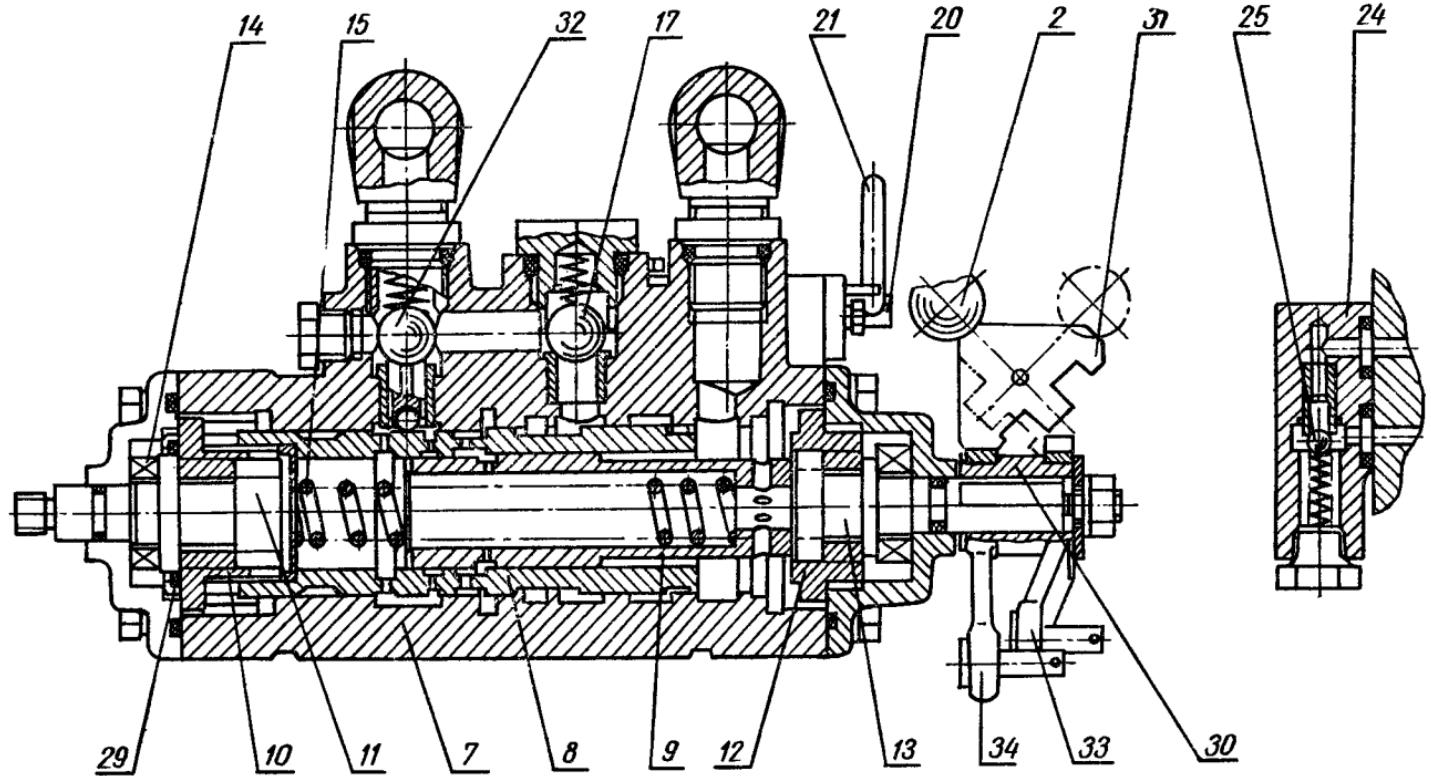

Рис. 70. Силовой (позиционный) регулятор:
Конструкция регулятора показана на рис. 70. В корпусе 7 расположена подвижная гильза 8, а в гильзе, концентрично ей,— золотник 9. Гильза соединена стопорным кольцом 29 с ходовой гайкой 10, фиксированной от вращения выступами, заходящими в пазы корпуса. Ходовая гайка 10 установлена на винте 11, наружный конец которого рычажной передачей связан с рукояткой 6 (рис. 69). Зо-
лотник упирается торцом в ходовую гайку 12 (рис. 70), также фиксированную от вращения и установленную на винте 13, на наружном конце которого находится переключатель 2. На обоих винтах расположены упорные подшипники 14 (рис. 70). Внутри золотника находится распорная пружина 15, поджимающая золотник к торцу ходовой гайки 12, а подшипники 14 через гайки 10 и 12 — к внутренним плоскостям крышек. В корпусе 7 находится обратный клапан 17, регулирующий кран 20, управляемый ручкой 21, и запорный клапан 32. Второй обратный клапан 25 расположен в крышке 24, закрепленной к корпусу 7 болтами.
Переключатель 2 состоит из муфты 30, жестко соединенной с винтом 13, и фиксатора 31. В среднем положении фиксатора рычаги 33 и 34 свободно вращаются на муфте 30 при перемещении тяг 3 и 4 (рис. 69), не вызывая вращения винта 13 (рис. 70). При повороте ручки фиксатора 31 влево или вправо (по ходу трактора) муфта 30 блокируется соответственно с рычагом 33 или с рычагом 34, передавая вращение соответствующего рычага на винт 13.
Поворот ручки 21 (рис. 70) регулирующего крана 20 определяет положение перепускного клапана распределителя при коррекции на подъем. Чем больше закрыт кран, тем больший поток масла поступает на слив через распределитель при коррекции и тем меньше скорость коррекции.
- а) установите фиксатор 31 (рис. 70) в среднее положение;
- д) вращением муфты 45 добейтесь совмещения паза на рычаге 33 (рис. 70) с выступом фиксатора 31;
- б) установите фиксатор 31 (рис. 70) в среднее положение;
Для подъема орудия в транспортное положение поверните рукоятку регулятора в крайнее положение «на себя» и удерживайте ее в этом положении до полного подъема орудия, после чего рукоятку отпустите. Это обеспечит ее установку на фиксатор. Ручку регулирующего крана 21 (рис. 70) при позиционном регулировании поставьте на максимальную скорость — поверните вперед по ходу трактора. При силовом регулировании поворачивайте ручку крана назад до исчезновения толчков, передающихся на трактор при коррекции положения орудия.